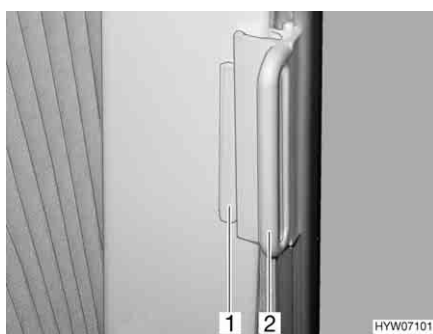

Fig. 119 Estor plegable, ventana de la cabina del conductor
- Coger los estores plegables por el tirador (Fig. 119,2) y cerrarlos cuidadosamente hasta que el cierre magnético lo mantenga en esta posición.
- Desplazar el tirador (Fig. 119,2) hasta la pieza sobrepuesta (Fig. 119,1). El estor plegable queda asegurado.